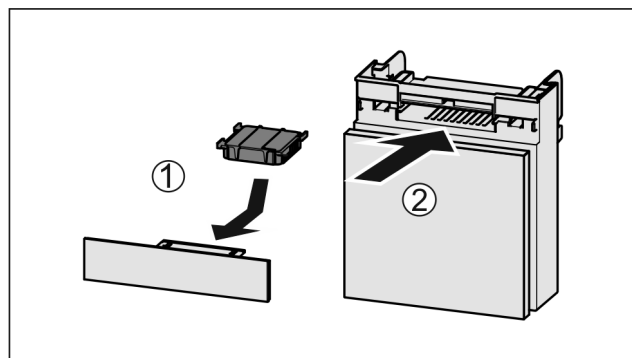

Fig. 60
- ▶ 按图装入 Fig. 60 (1) 活性炭过滤器。
- ▶ 推入 Fig. 60 (2) 抽屉。